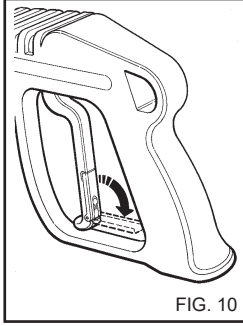

FIG. 10
- Cuando no utilice el aparato, cierre el dispositivo de seguridad de la empuñadura. (fig. 10).